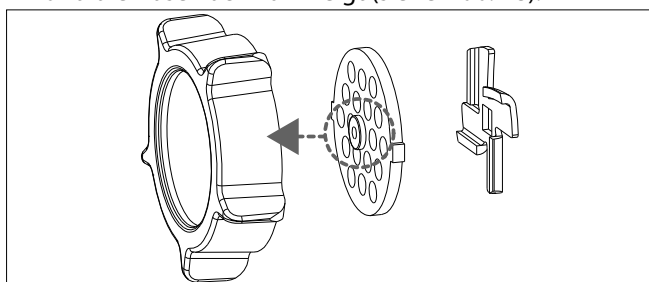

Abb. 13 – Lochscheibe korrekt einsetzen
- ▶ Wählen Sie eine passende Lochscheibe und setzen Sie sie auf die Achse der Förderschnecke. Achten Sie darauf, dass die Lochscheibe mit der Nut in der korrekten Position in das Schneckengehäuse eingeführt wird und die Nase nach vorn zeigt (siehe Abb. 13).